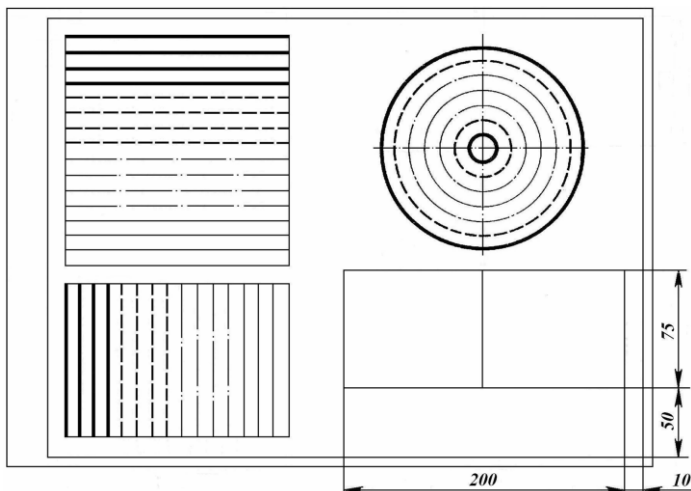

Рис.4. Начертание концентрических окружностей
4. Начертите семь концентрических окружностей различными по типу линиями чертежа ($R_1=10$ мм, $R_2=20$ мм, $R_3=30$ мм, $R_4=40$ мм, $R_5=50$ мм, $R_6=60$ мм, $R_7=70$ мм). Помните, что центровые линии в центре окружностей должны обязательно пересекаться своими штрихами, а не точками; штрихи должны выходить за пределы окружности на 3...5 мм (рис.4).